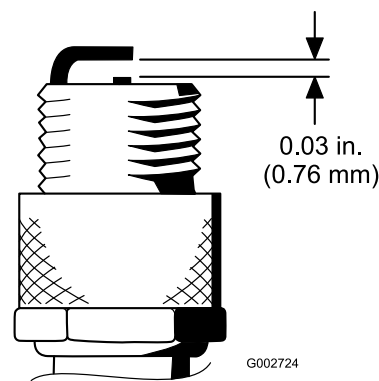

図 46
4. エア・ギャップを 0.76mm に調整する (図 46)。